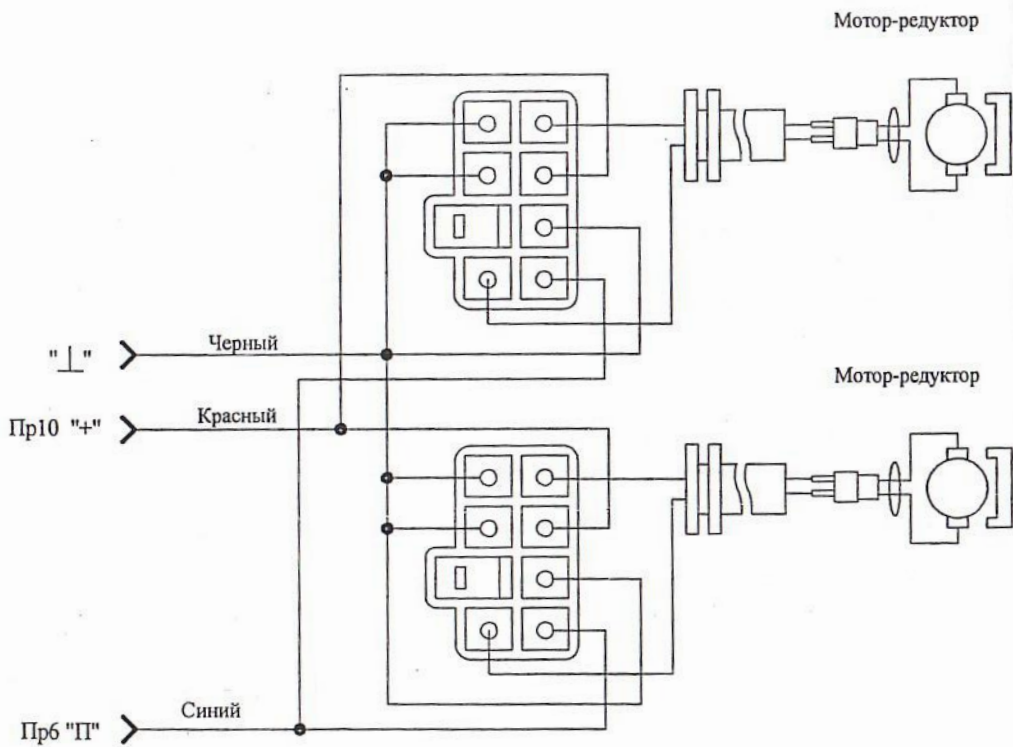

Рис.1
6.8 Выполнить соединения в соответствии со схемой подключения (см. рис.1).